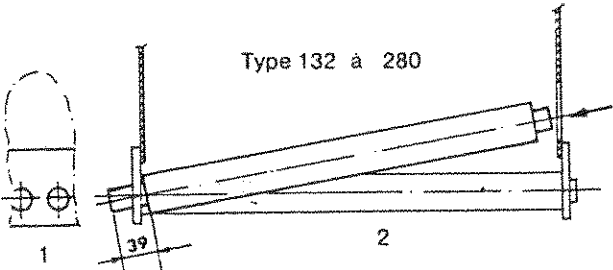

Fig. 18
- Déposer le caisson antirefouleur ou percer un trou dans sa paroi au-dessus de la plaque d'acier de l'échangeur (fig. 18) à l'aplomb du tube à remplacer.
- Mettre en place le tube de rechange en introduisant d'abord l'extrémité lisse de 39 mm. dans l'orifice correspondant de la plaque d'acier. (2)